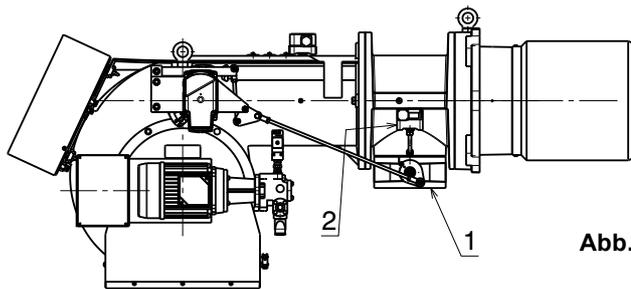

Abb. 27
Gasdruck, an der Entnahmestelle 2)(Abb. 27) gemessen mit:
Strömungsverlust Gasdrossel 1) (Abb. 27) bei maximaler Öffnung: 90°.
- Ziehen Sie vom Gasdruck am Anschluss 2)(Abb. 27) den in der Brennkammer vorhandenen Druck ab.
(Abb. 27)
Um stattdessen den an der Entnahmestelle 2) erforderlichen Gasdruck zu ermitteln (Abb. 27), nachdem die maximale Modulationsleistung festgelegt wurde, bei der der Brenner arbeiten soll:
- Rechts, in der Spalte 1, den Druck an der Entnahmestelle 2)(Abb. 27) ablesen.
An der Entnahmestelle 2)(Abb. 27) erforderlicher Druck.